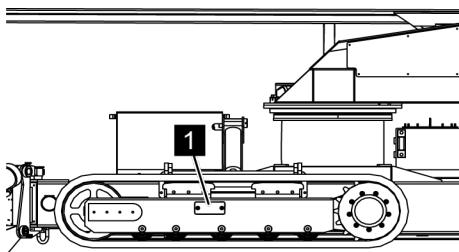

Fig. 154: Couvercle et capot
10. ➔ *Remonter le couvercle (Voir la Fig. 154/1).*